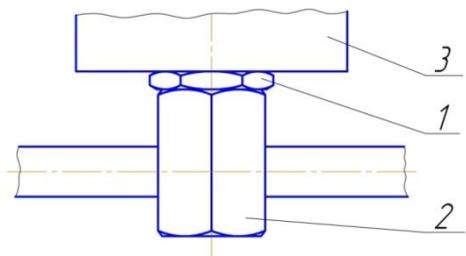

Рис.4
5.3.2 После закрепления МУПТВ к потолочному перекрытию к стакану 3 (рис.4) прикручивается распылитель 2 и затягивается с помощью двух ключей: одним удерживается контргайка 1, а вторым затягивается распылитель 2.